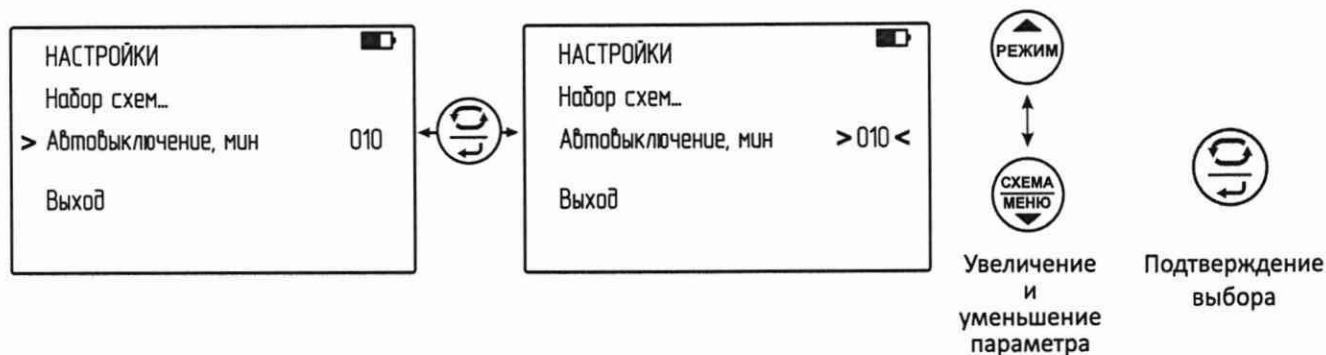

Рисунок 2.2 – Настройка времени автоотключения
- установить время автовыключения прибора, см. рис.2.2.